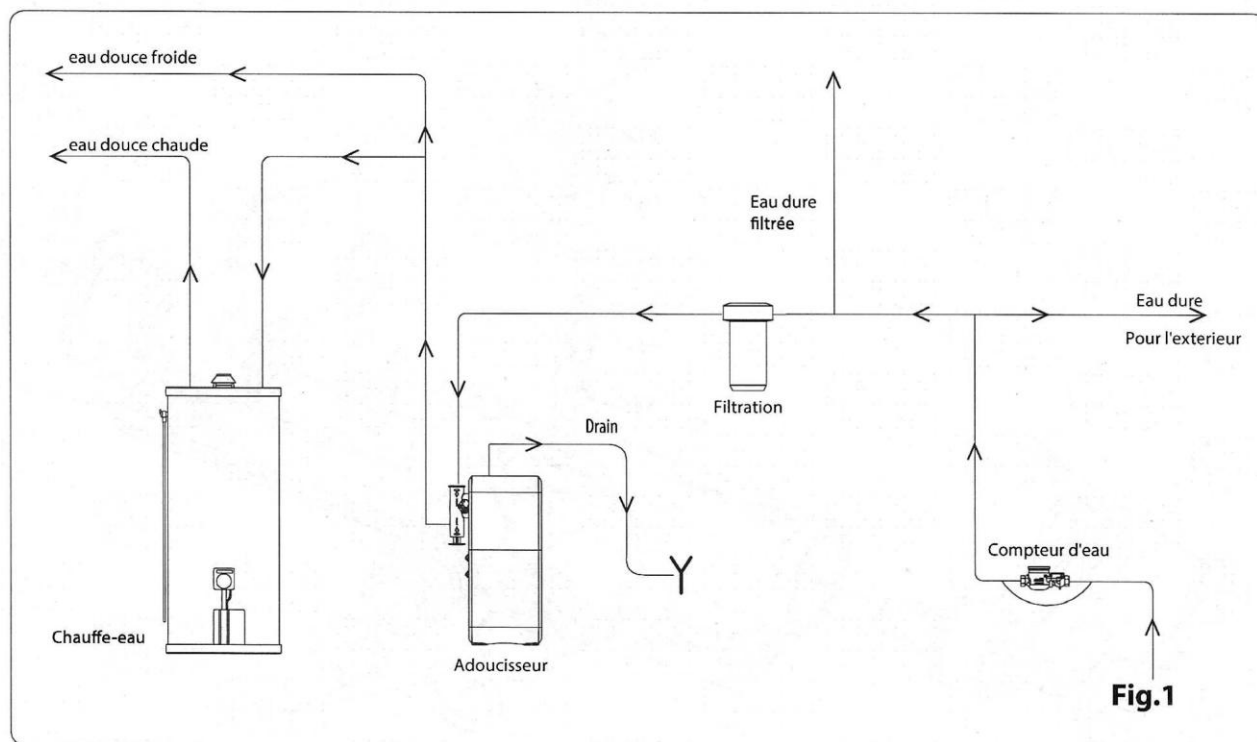

Fig.1
3. Placer l'appareil dans la bonne position par rapport aux autres équipements de conditionnement de l'eau (voir Fig. 1).
7. Déterminer si une plomberie supplémentaire est nécessaire si votre source d'eau est une source d'eau communautaire, une source d'eau publique ou si vous souhaitez dériver l'eau utilisée pour une pompe à chaleur géothermique, l'arrosage de pelouse, des bâtiments extérieurs ou d'autres applications à forte demande, se référer à la Fig. 1 .